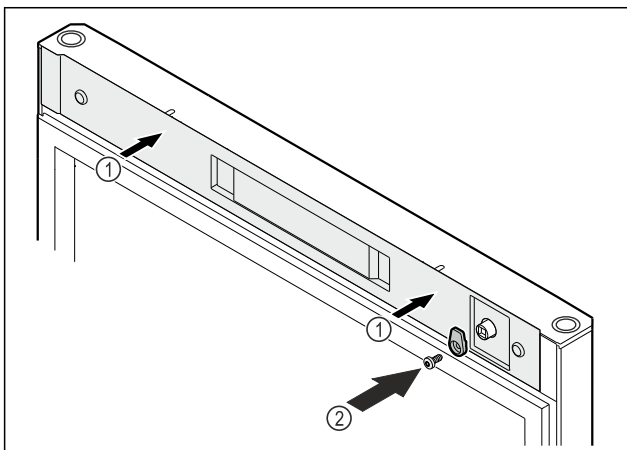

Fig. 55
- Sett på dekselet Fig. 55 (1).
- Skru på lukketappen Fig. 55 (2).